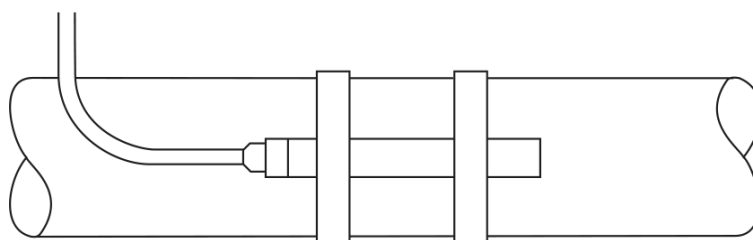

Fig. 3 Fixation de la sonde sur la ligne fluide à contrôler
- 3.4** Pour la version TA10P uniquement, le capillaire doit toujours être monté avec une certaine liberté de mouvement de façon à éviter toute restriction de déplacement de la sonde. Cette sonde doit être fixée par contact sur la tuyauterie dans laquelle circule le fluide ou sur la face externe du réservoir à contrôler (voir Fig. 3).